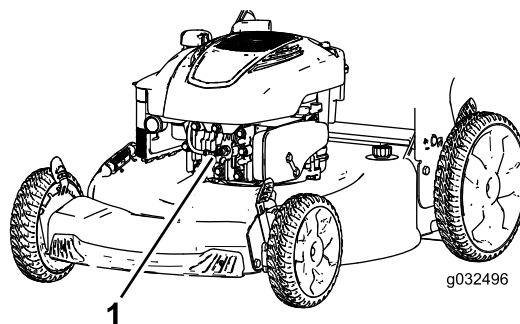

Figure 21
2. Débranchez le fil de la bougie (Figure 21) avant de procéder à un quelconque entretien.